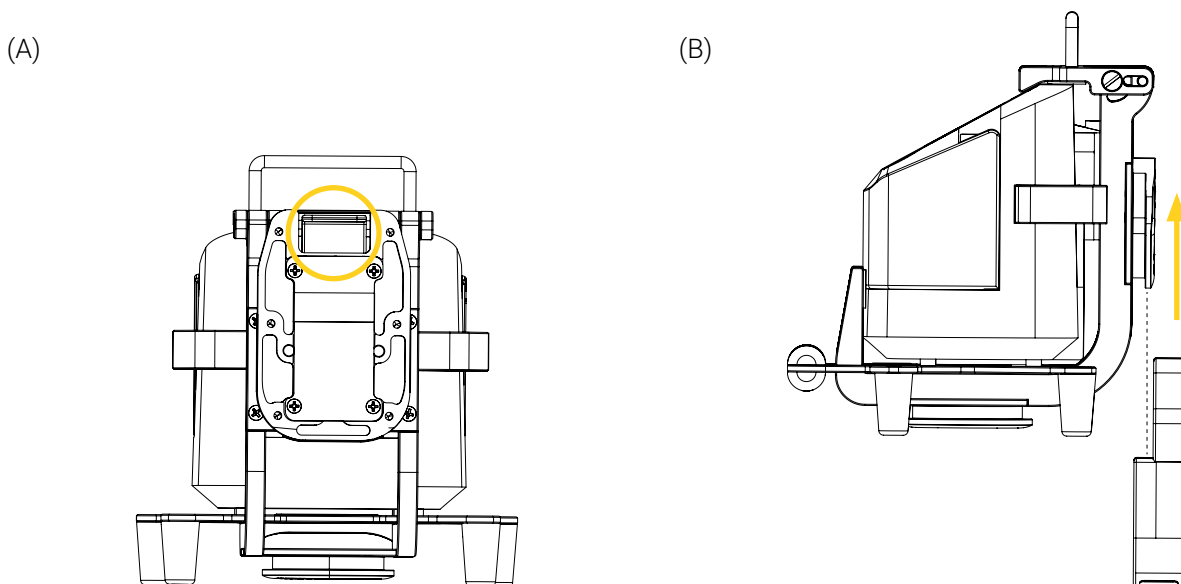

Figure 14: Retrait verticale du support de fixation Bracket Pro Serie 61 – GR de la Micro Base
1. Appuyer et maintenir enfoncer le bouton à déclenchement rapide de la Micro Base, puis tirer le support de fixation vers le haut pour le retirer de la base verticalement (Figure 14), en portant une attention particulière à ne pas coincer les tubulures de l'appareil médical, puis le mettre de côté sur une surface plate et propre, ou le ranger en suivant vos protocoles internes.